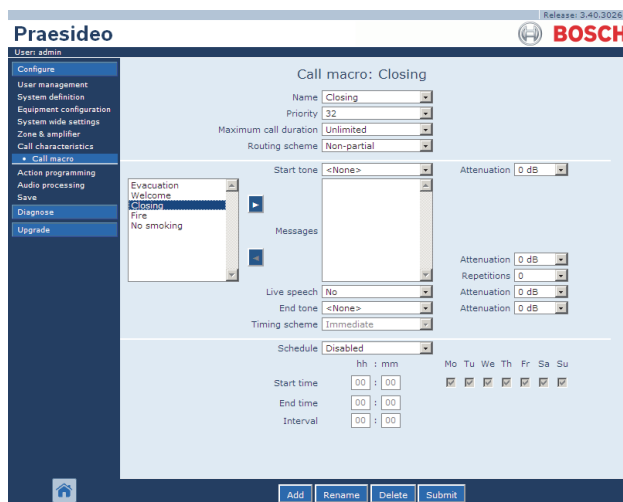

figura 47.5: Adicionar macro de chamadas, passo 4
- 4 Clique no botão **OK** para adicionar a macro de chamadas à lista de macros de chamadas no sistema. Aparece um ecrã semelhante ao da figura 47.5 na moldura principal da interface da Web.